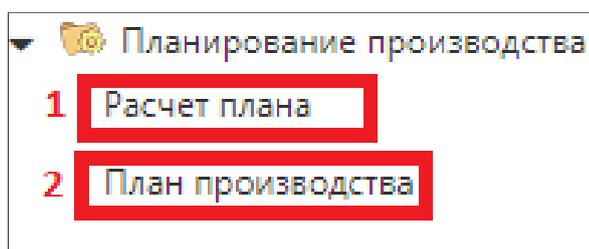

Рисунок 3.5.1 – Модуль «Планирование производства»
Данный модуль состоит из двух подразделов: (1) «Расчет плана» (3.5.1) и (2) «План производства» (рис. 3.5.1).